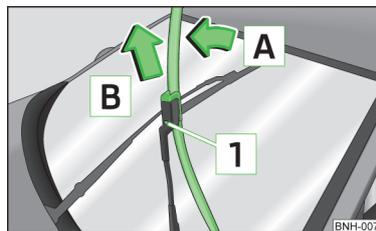

Fig. 29
- Soulevez le bras d'essuie-glace de la lunette arrière et renversez le balai d'essuie-glace légèrement en direction du bras d'essuie-glace, flèche **A** » fig. 29.